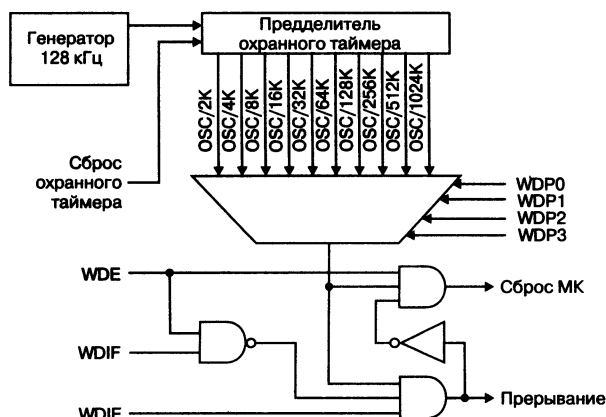

Рис. 6.17. Блок-схема сторожевого таймера
**Сторожевой таймер (WDT)** выполнен в виде счетчика импульсов, которые поступают от специального внутреннего генератора, вырабатывающего сигнал с частотой 128 кГц (см. рис. 6.17). Схема WDT формирует запрос на прерывание или системный сброс в тот момент, когда содержимое счетчика достигает заданного значения.